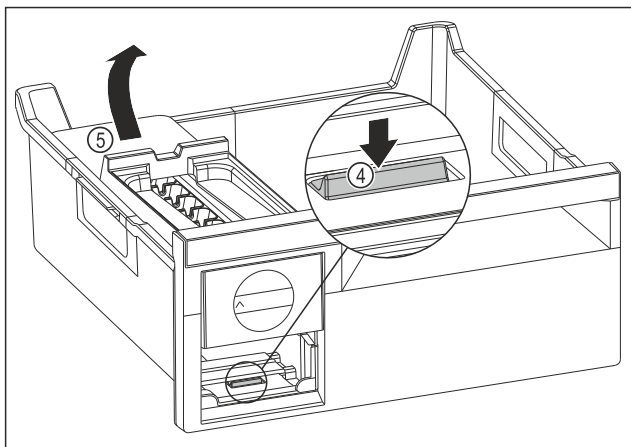

Fig. 145
- ▶ Retirer le corps de l'EasyTwist-Ice : Avec le doigt, pousser la languette Fig. 145 (4) vers le bas tout en soulevant de l'autre main le corps de l'EasyTwist-Ice Fig. 145 (5) depuis l'arrière.